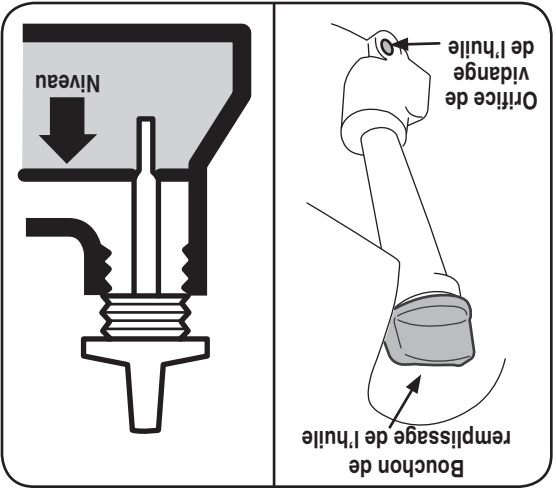

Figure 10-1
- Faites le plein avec l'huile recommandée (voir le chapitre Utilisation) et vérifiez le niveau d'huile. Voir la Figure 10-1.
1. Retirez le bouchon de remplissage de l'huile et videz l'huile en enlevant le capuchon de l'orifice de vidange ou en tournant la tondeuse sur le côté (côté avec filtre à air sur le haut). Laissez l'huile couler dans un récipient approprié. Voir la Figure 10-1.